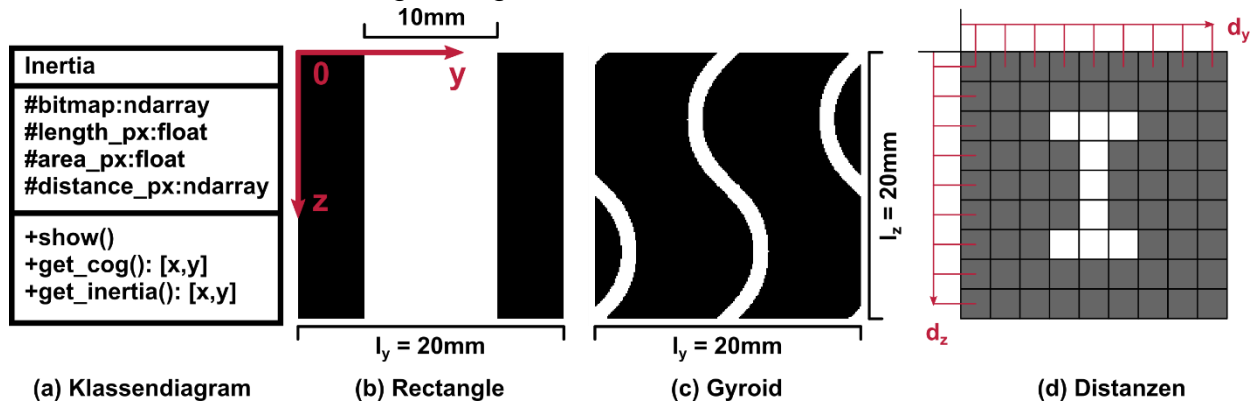

Abbildung 1: (a) Klassendiagramm, (b) Rechteck, (c) Gyroid und (d) Schwerpunktberechnung
**Hinweis:** Die Klasse *Inertia* soll ausschließlich für quadratische Bitmaps mit quadratischen Pixeln programmiert werden. Das bedeutet für Abbildung 1 (b) und (c)  $l_y = l_z$  und für Abbildung 3 (d)  $d_y = d_z$ . Das Flächenträgheitsmoment  $I_y$  bestimmt sich aus der Summe der Flächenträgheitsmomente der einzelnen Pixel  $I_{y_i}$  und der Steineranteile  $z_i^2 \cdot A_i$ . Dabei ist  $z_i$  der z-Abstand eines Pixels zum Schwerpunkt. Der Schwerpunkt ist mit  $(y_{cog} = 10, z_{cog} = 10)$  gegeben.